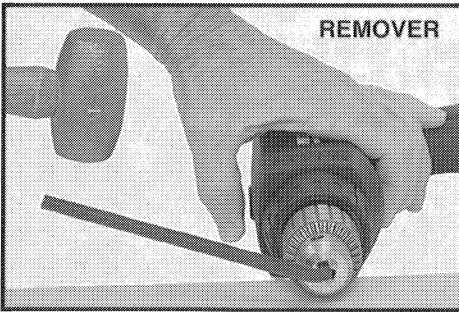

Fig. 9
5. Ponga la parte corta de una llave Allen (hexagonal) (1/4" o más grande) dentro del mandril. Alinee los lados llanos con las mordazas y apriete bien el mandril. Con el mandril en una superficie sólida, coloque la llave hexagonal a la izquierda (vea Fig. 9) y golpéela con un martillo para aflojar el mandril. Para quitar el mandril, gírelo en sentido contrario a las manecillas del reloj.